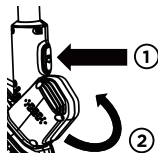

Abb. 10-1
- Halten Sie die Hauptschacht fest, drücken und halten Sie die Kopfdrehungstaste und drehen Sie dann den Trimmkopf 180° gegen den Uhrzeigersinn. (Abb. 10-1) Der Trimmkopf dreht sich nur in eine Richtung.